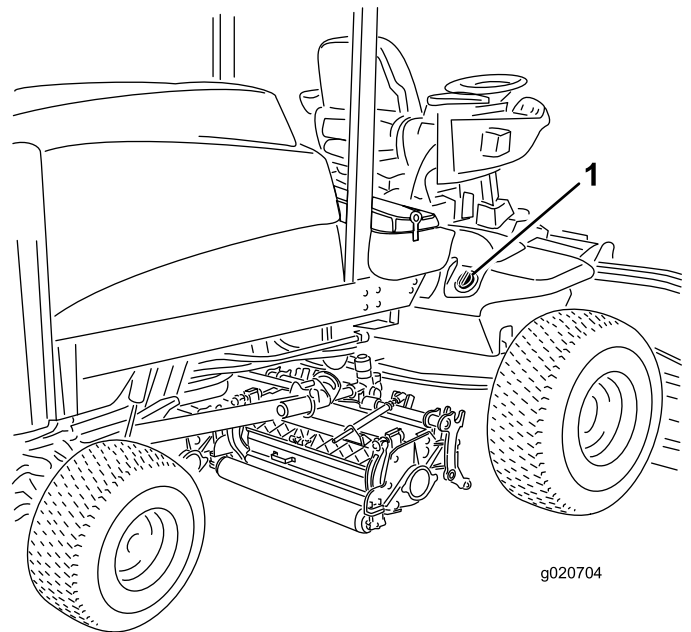

Figura 36
2. Limpie la zona alrededor del cuello de llenado y el tapón del depósito hidráulico (Figura 36).